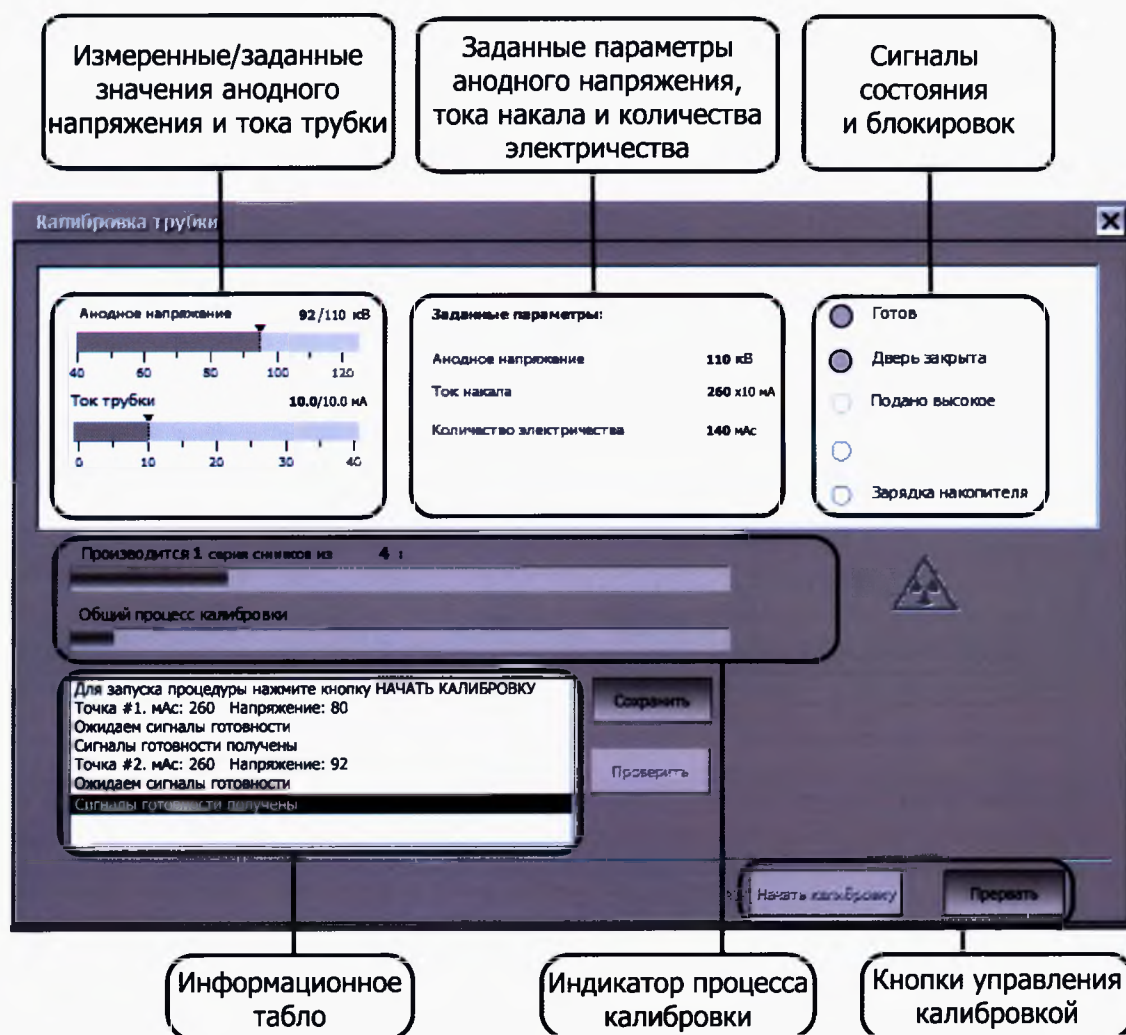

Рисунок 8 - Диалог калибровки трубки.
7.2.7 На экран монитора будет выведено окно пульта управления калибровки трубки (см. рис. 8). Для начала калибровки нажать кнопку «**Начать калибровку**».